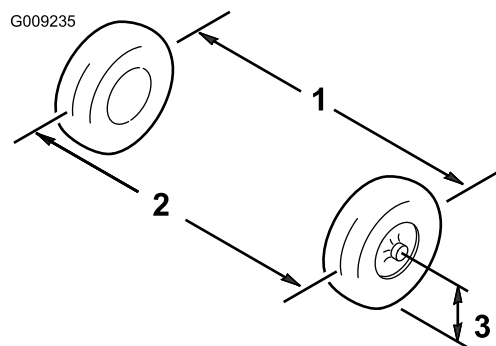

Figure 46
1. Mesurez la distance entre les roues avant à hauteur d'essieu, à l'avant et à l'arrière des roues (Figure 46).